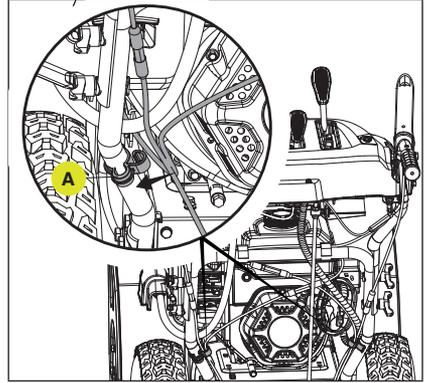

Figure 11
Connectez les serre-câbles (A) au guidon comme indiqué. S'ils sont déjà connectés, placez-les au bon endroit et retirez-les pour positionner les câbles, puis reconnectez-les au guidon comme indiqué. Veillez à ce que les câbles ne soient pas pincés. (Fig. 11 et 12)